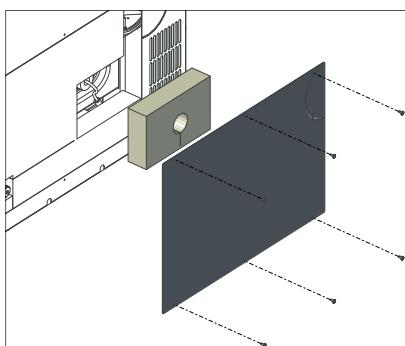

Fig.55 Svitare la copertura del rivestimento, togliere l'isolamento
- ▶ Svitare la copertura del rivestimento della parete laterale destra (6 viti autofilettanti), togliere l'isolamento – Fig. 55.